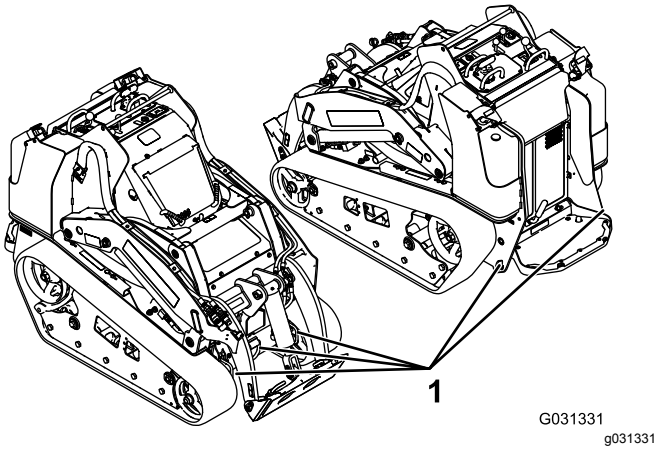

Figure 31
8. Servez-vous des points d'attache en métal de la machine pour l'arrimer solidement sur la remorque ou le véhicule de transport au moyen de sangles, chaînes, câbles ou cordes (Figure 31). Reportez-vous à la réglementation locale concernant les exigences d'arrimage.
Vous pouvez soulever la machine en vous servant des points d'attache/de levage ; voir Figure 31.